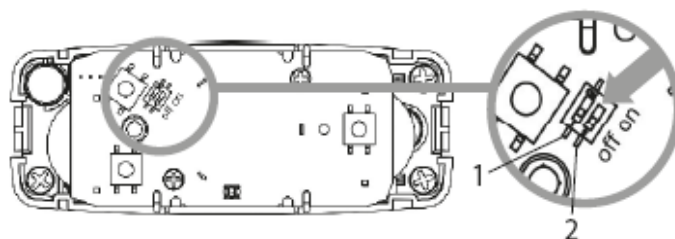

Abb. 9
2. Stellen Sie den DIP-Schalter 2 auf die Position "off" (siehe Abb. 9).